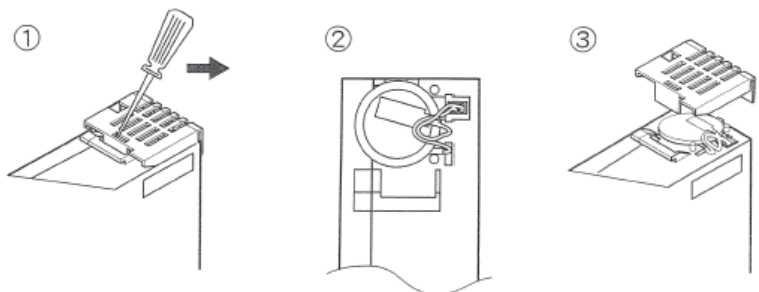

Fig. 18: Substituição da bateria no módulo da CPU
- O estado de carga da pilha acumuladora do relógio em tempo real é determinado e, se necessário, transmitido pelo sistema. Além disso, recomenda-se um ciclo de troca de 12 meses. Para tal, deve substituir-se a bateria no módulo da CPU (ver fig. 18).